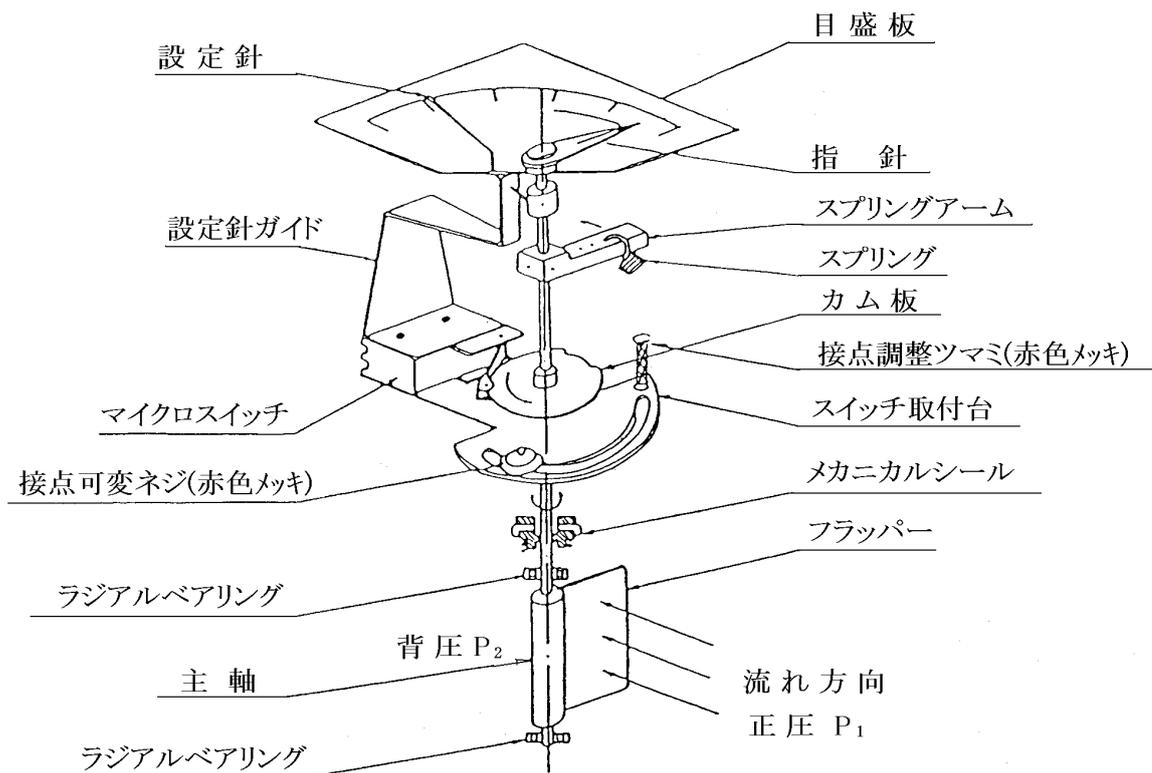

図 1 原理図
## 7. 接点可変手順(図 1 及び図 3 参照)
ケースの内部を目視すると、赤色メッキ仕上げされた接点調整ネジ②④及び接点調整ツマミ⑤が図 1(原理図)の様な位置に見えますので、⊕ドライバーにて接点調整ネジ②④を 1~2 回転反時計方向に回転させて緩めてください。